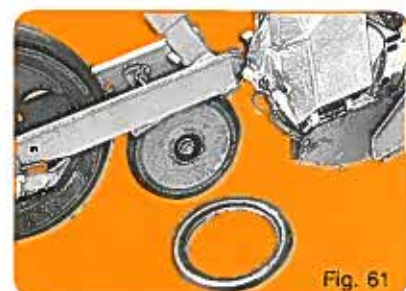

Fig. 61
- Roulette intermédiaire à bandage autonettoyant (fig. 61).
- Intermediate rubber press wheel (fig. 61).
- Mittlere Andruckrolle mit selbstreinigenden Gummireifen (Abb. 61).